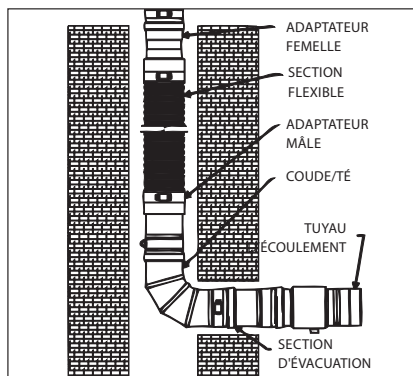

Figure 11
4. Le FasNSeal Flex doit demeurer à l'intérieur de la cheminée de maçonnerie, alors que le coude ou d'autres composants FasNSeal dépasseront de la cheminée. (**Figure 11**)